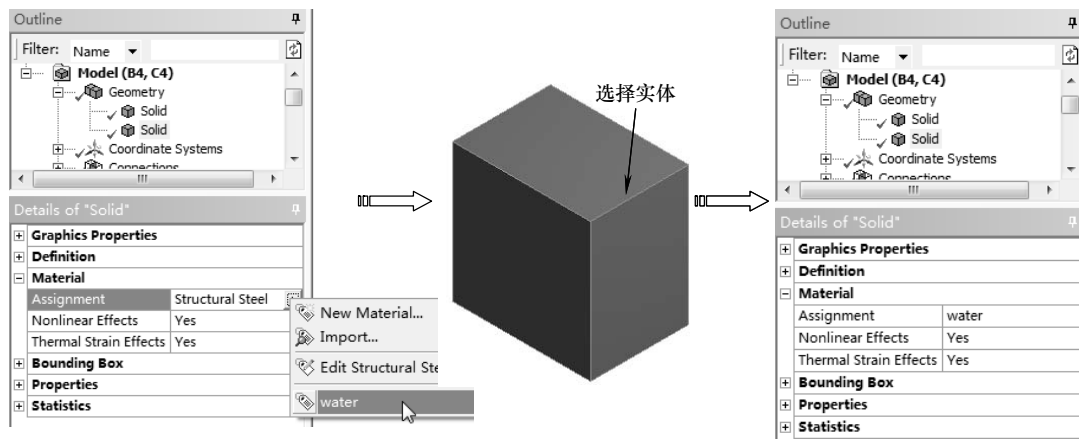

图 11-82 设置水材料
4) 在窗口左侧【Outline (分析树)】中单击【Geometry】节点下的第二个 Solid，此时在详细设置窗口中单击【Material】节点下的【Assignment】选项，然后单击  按钮，选择 water，将材料设置为水，如图 11-82 所示。